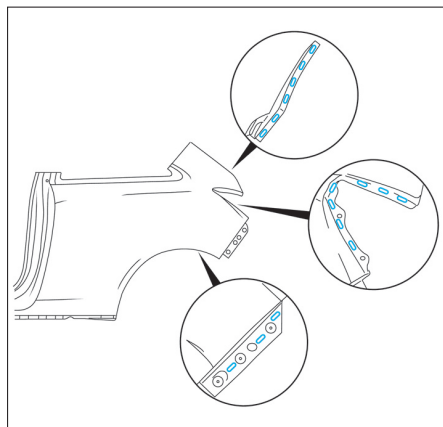

FIG. 42
- Effectuer des trous oblongs de 5 x 18 mm (Fig.42).